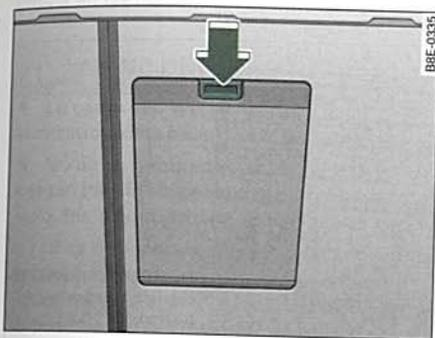

Fig. 106 Detalle del asiento trasero desde atrás: Tapa del saco para objetos alargados
- Oprima la tecla de desbloqueo de la tapa del saco para objetos alargados ⇒ fig. 106 -flecha- y gírela hacia abajo.